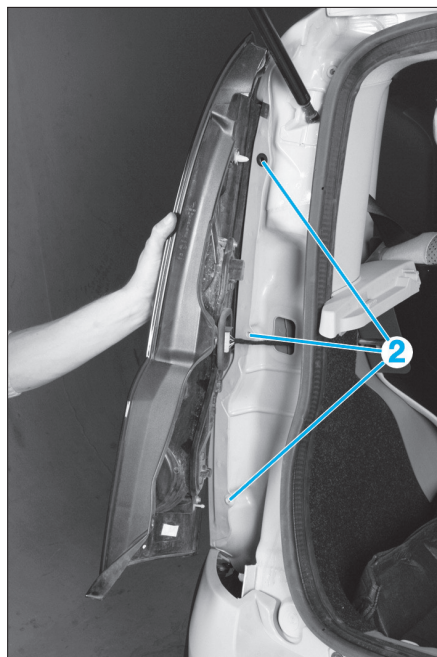

FIG. 88
- Dégrafer fermement mais avec précaution, aux endroits indiqués (2) (Fig.88).